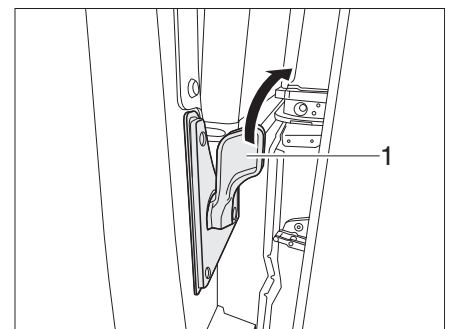

Fig. 23 Porta scorrevole, elettrica - chiavistello interno
*Apertura:* ■ Spingere il chiavistello (Fig. 23,1) verso destra. La porta scorrevole elettrica si apre fino all'arresto finale.
*Chiusura:* ■ Spingere il chiavistello (Fig. 23,1) verso destra. La porta scorrevole elettrica si chiude e si innesta nella serratura.